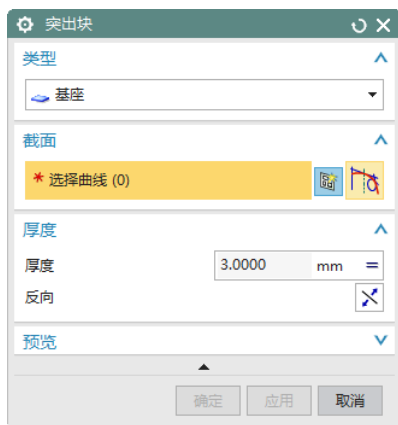

图 8-3 “突出块”对话框
(1) 选择“菜单(M)”→“插入(S)”→“突出块(B)”, 或者单击“主页”选项卡“基本”面组上“突出块”按钮, 打开如图 8-3 所示“突出块”对话框。